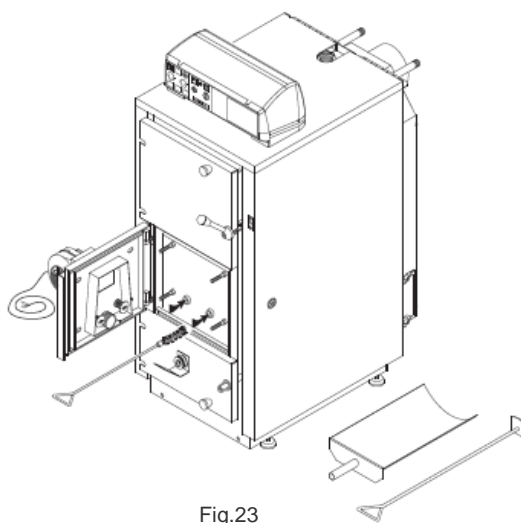

Fig.23
- Öppna luckan som fläkten är monterad på och rengör sekundärluftkanaler 1-2 gånger/år, fig 23.